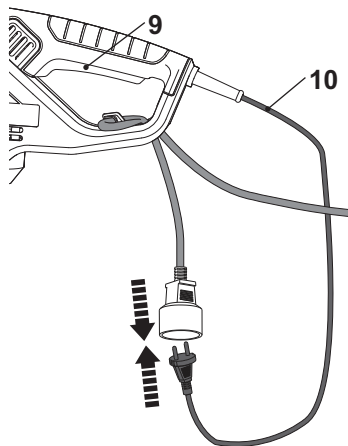

Fig. 5
3. Conecte o cabo de alimentação (10) à tomada do cabo de extensão (Fig. 5).